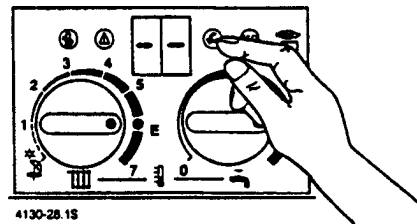

Рис. 37
- Нажать и держать сервисную кнопку до появления на дисплее "- -" (рис. 37).